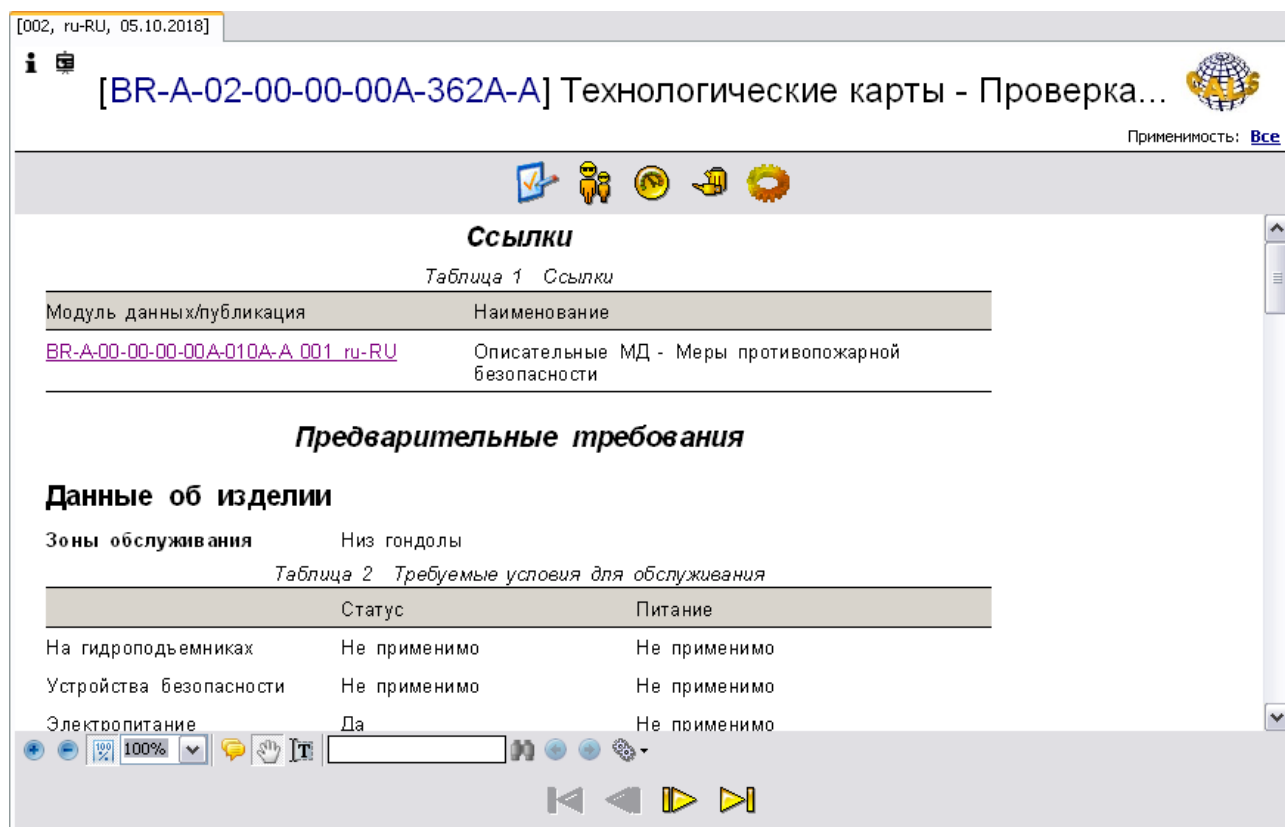

Рис. 138
3. Для перехода к просмотру содержимого модуля данных подтвердите прочтение предупреждений нажатием на кнопку **ОК**. После этого в правом окне появится содержимое модуля данных (Рис. 138).